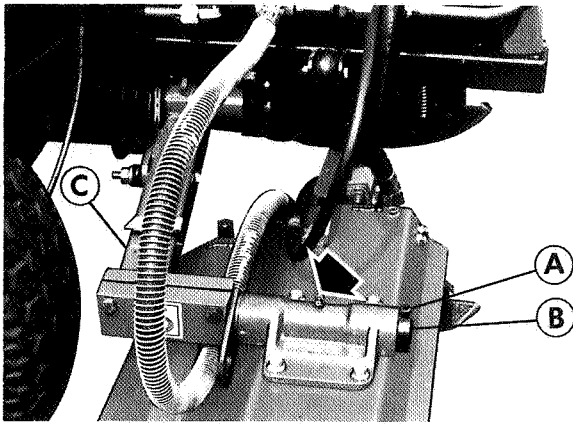

Fig.33
- (c) Drehzapfen des Tragarms (Abb. 33).
- (c) Pattes du pivot de l'unité (Fig.33)
- (c) Steunpuntbeugels van maai-installatie (Afb.33)